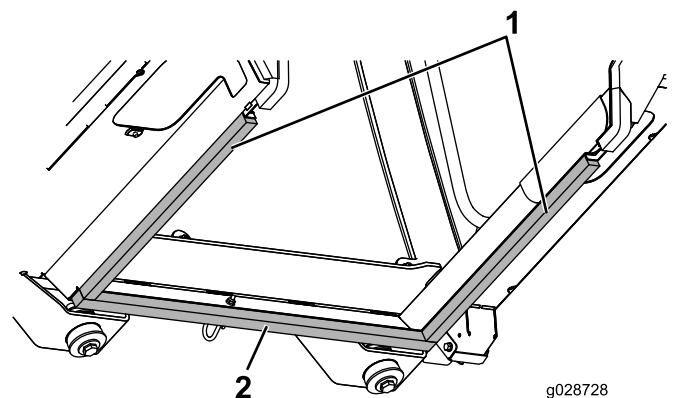

図 61
6. 前用ウレタンを、前パネルにセットする 図 61。
7. 横前用ウレタンの前側エッジを、前用ウレタンに押し込んで、内側のエッジをキャブフレームのシーリングパネルの内側のエッジに合わせる 図 61。